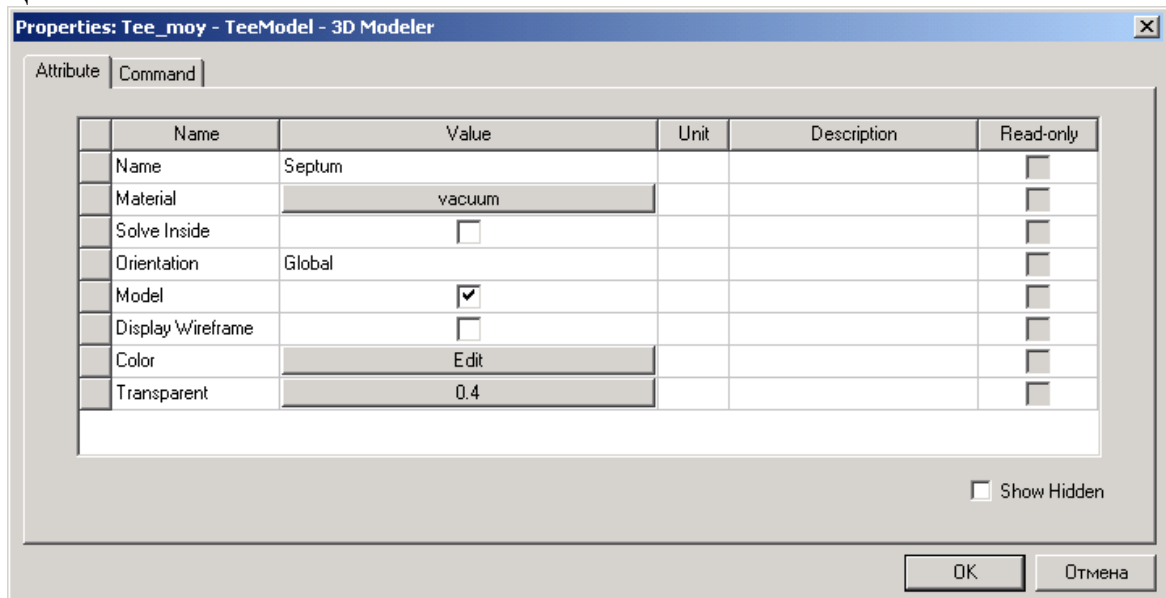

Рис. 6.24. Закладка атрибутов в диалоге свойств.
1. В окне **Properties** нажмите закладку **Attribute** (рис. 6.24).